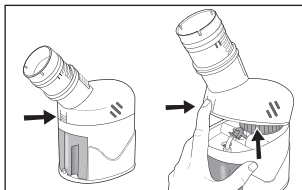

Fig. 1
2. Quite la tapa superior de la carcasa presionando el área estriada en la cara inferior del tubo de extensión y tirando hacia arriba la tapa superior, Fig. 1.